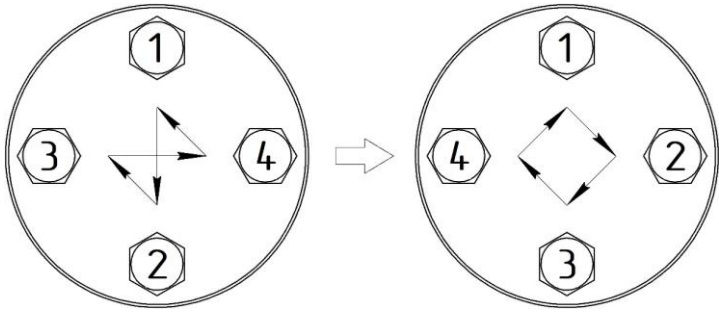

Рисунок 8.1 – Схема затяжки гаек фланцевого соединения
- 7) Затяните накидные гайки (7) с моментом затяжки, достаточным для обеспечения герметичности, но не превышающим значение в таблице 2.1.
- Затяжку гаек фланцевого соединения следует выполнять равномерно в 3...4 подхода в последовательности «крест-накрест» (см. рис. 8.1). В качестве последней операции рекомендуем затяжку по кругу.